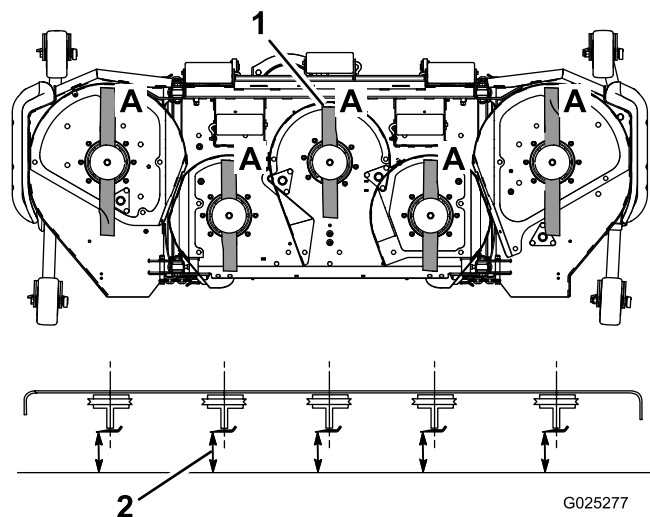

Figura 27
3. Girate le lame fino a disporle in parallelo con la lunghezza della macchina (Figura 27).
4. Misurate da un piano orizzontale fino al tagliente delle lame, posizione A, (Figura 27). Prendete nota di questa misura.